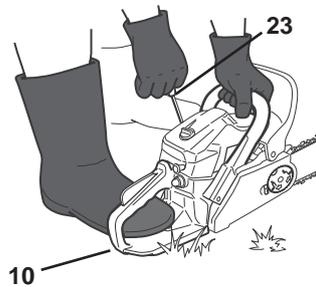

Fig. 27
- > Maintenir l'outil sur le sol en posant le pied sur la protection arrière (10).
- > Tirer lentement la poignée du démarreur [23] de la main droite jusqu'à sentir une nette résistance, puis tirer fortement. Répéter l'opération 4 ou 5 fois de suite (Fig. 27).